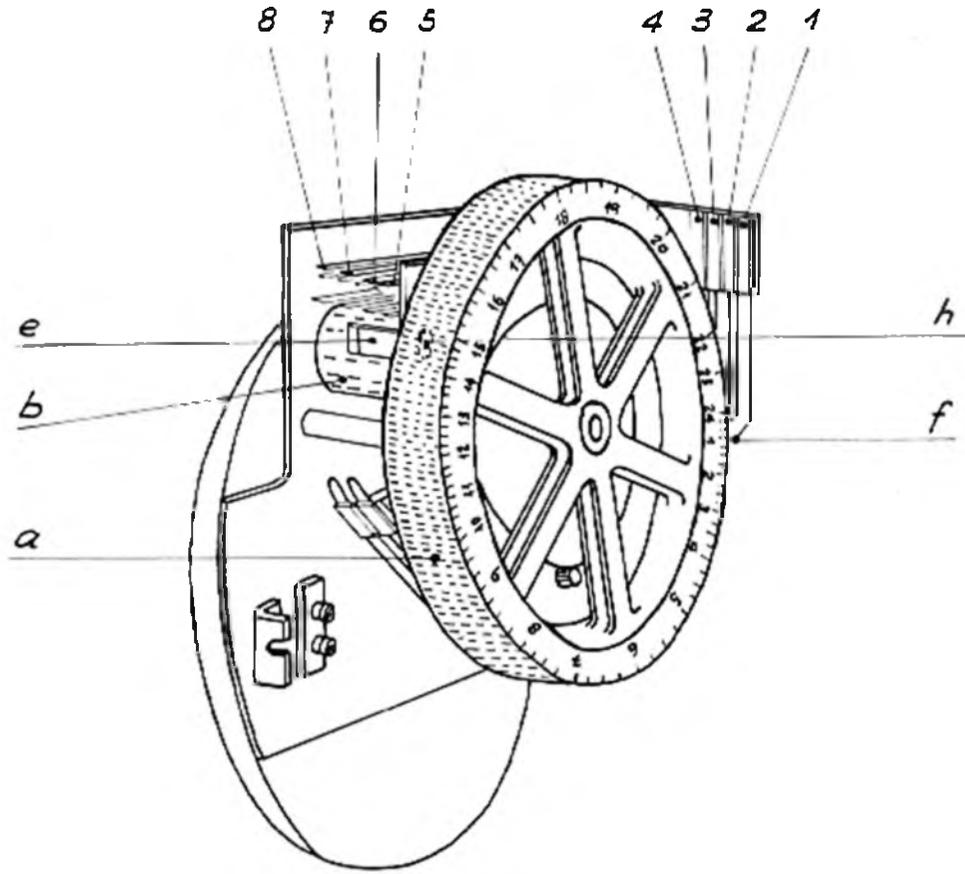

Fig. 1
2.1. La roue des 24 heures "a", actionnant 4 contacts (1,2,3,4,) (Fig.1); elle est munie sur sa périphérie de 4 rangées d'encoches; la distance d'une encoche à l'autre correspond à 5 minutes.
2.2. Le semainier "b", qui actionne 4 contacts (5,6,7,8,) (Fig.1); il est pourvu sur sa périphérie de 4 fois 14 encoches, chaque encoche correspond à 1/2 jour